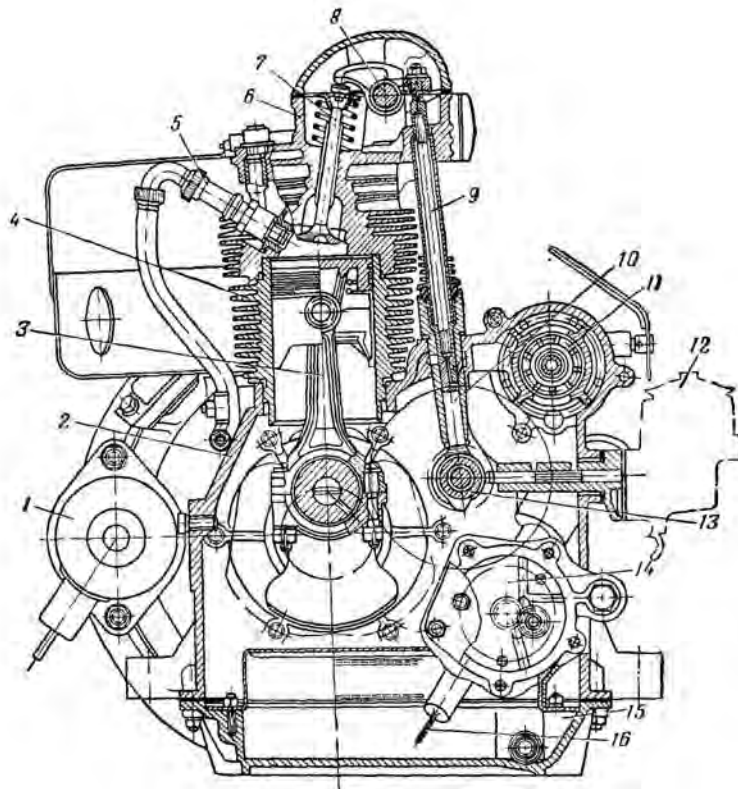

Рис. 13. Поперечный разрез двигателя УД-25Г:
Двигатель состоит из кривошипно-шатунного механизма, картера 2 (рис. 13), цилиндров 4, головки цилиндров 6, регулятора оборотов 11, системы газораспределения, систем питания и смазки, системы зажигания и пускового механизма.
Картер 2 (рис. 13) отлит из алюминиевого сплава. В расточку на передней стенке установлен маслонасос, в приливе на правой стороне — редукционный клапан. В проушину на правой стороне картера установлено магнето, сзади к проушине крепится регулятор оборотов 11.
**Система газораспределения** включает в себя распределительный вал 13 (рис. 13) с кулачками, шестерню распределительного вала, толкатели 10, штанги 9, коромысла 8 клапанов и клапаны – впускные и выпускные. Двигатель имеет верхнее расположение клапанов. Шестерня распределительного вала изготовлена из магниевых сплава и крепится к распределительному валу тремя заклепками. Толкатели стальные, грибовидные, с плоской тарелкой. В стержне толкателя имеются отверстия для подвода смазки к штанге. Втулки толкателей имеют на наружной цилиндрической поверхности метку, которая при запрессовке должна быть обращена в сторону цилиндра. Отверстия во втулках служат для подвода масла. Штанги толкателей выполнены пустотелыми для подвода смазки к коромыслам. Впускной клапан отличается от выпускного материалом и большим диаметром тарелки. Коромысла клапанов сделаны из легированной стали. На каждый цилиндр установлено по одному левому и одному правому коромыслу. В бобышку короткого плеча коромысла вворачивается регулировочный винт с конtringающей гайкой, которым регулируется зазор.